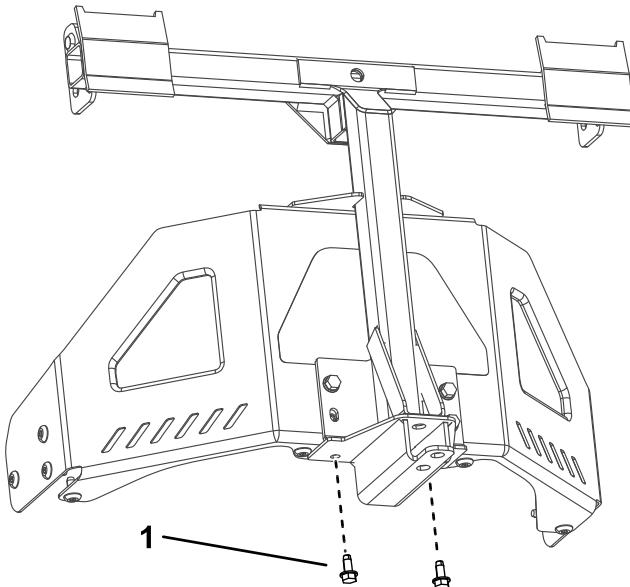

Figura 7
3. Assicurate il telaio del perno alla parte inferiore del telaio della macchina utilizzando 2 viti autofilettanti (5/16" x 3/4"), come illustrato nella Figura 7.